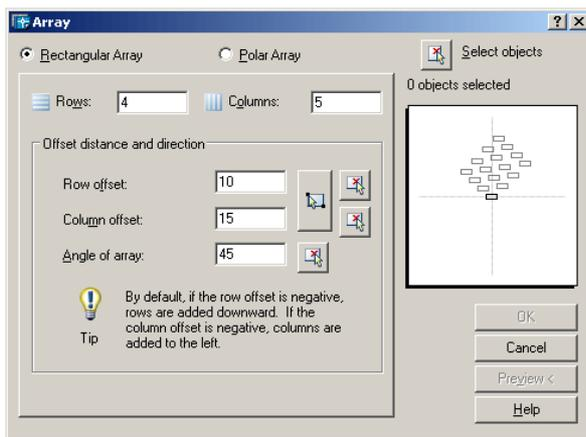

Рис. 66. Диалоговое окно формирования прямоугольного массива
- режим установки значений прямоугольного массива Rectangular Array (рис. 66):